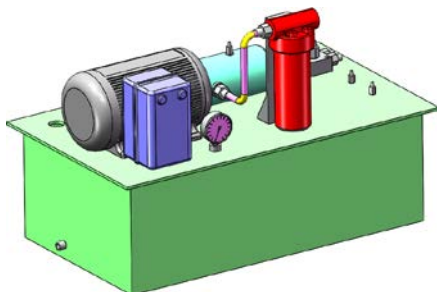

图 3-27 第一条管路的步路效果
STEP 4 连续单击“确定”按钮，退出步路状态，完成第一个管路的添加操作，效果如图 3-27 所示。